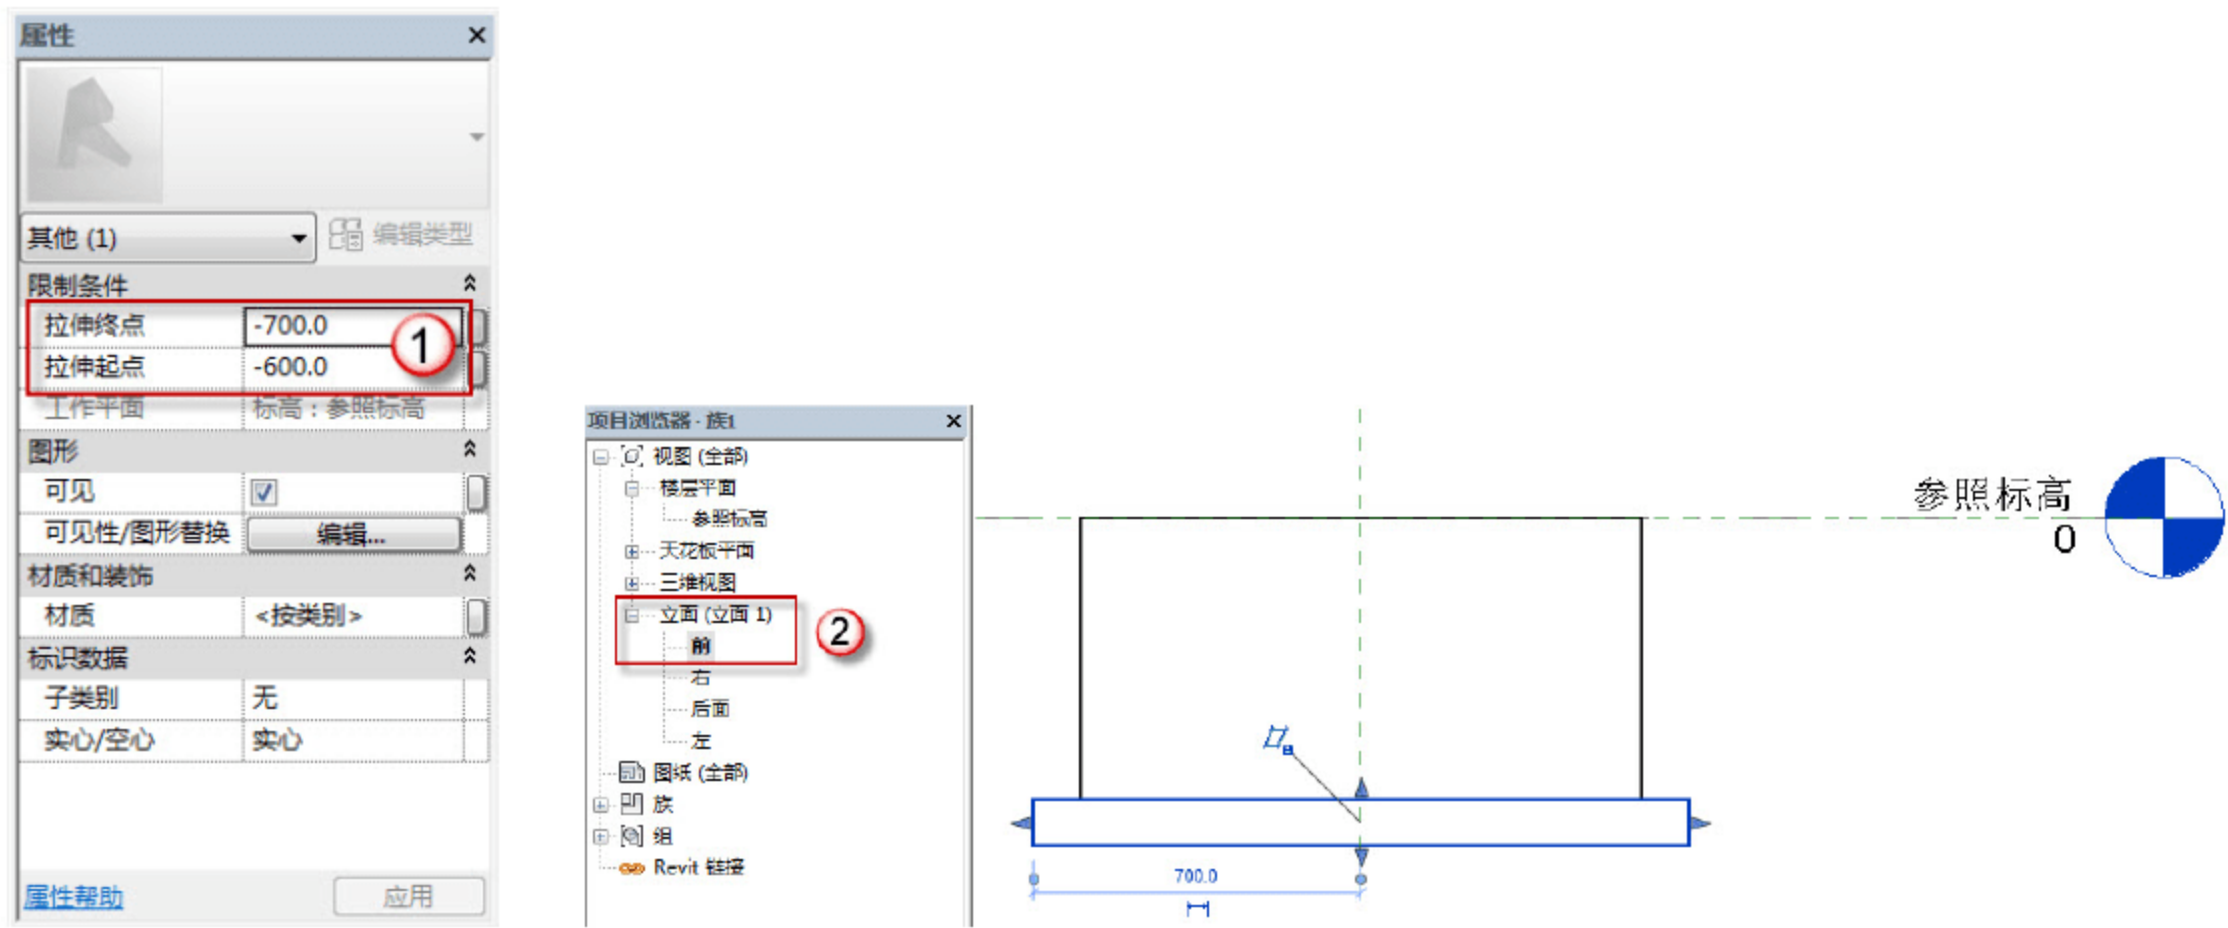

图 2.1.6 定义垫层高度
(6) 定义垫层高度。在定义承台高度时，采用“深度”定义，这里垫层的高度可以在承台高度基础上进行定义。选择“立面”→“前”命令，在“属性”面板中，在“拉伸起点”后输入数值-600，在“拉伸终点”后输入数值-700，单击√按钮确定，如图 2.1.6 所示。